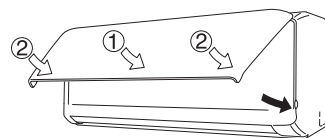

Fig. 3-88
- (6) Insérer le haut du filtre anti-moisissure et maintenir en place le bas du filtre avec les saillies sur l'unité.
- (7) Lors de la fermeture du panneau avant, pousser d'abord la partie centrale du panneau avant et pousser ensuite en place les coins inférieurs gauche et droit jusqu'au dé clic. (Fig. 3-88)